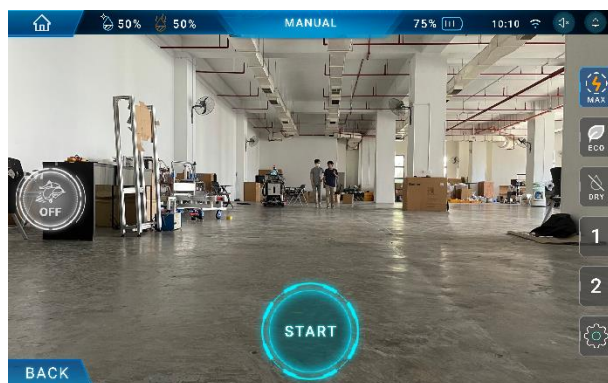

Fig 1
4. Après avoir sélectionné vos paramètres, sélectionnez le bouton "COMMENCEZ" pour commencer le nettoyage (Fig 1).